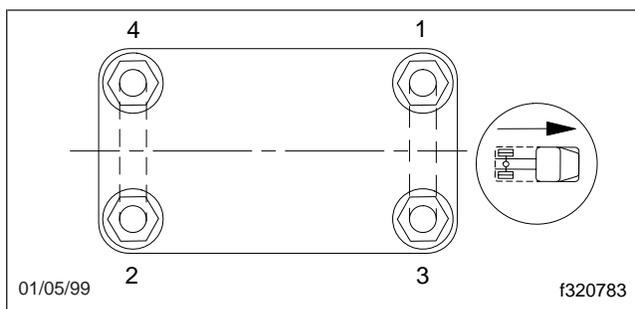

Fig. 9, Modèle de serrage des écrous hauts de la bride centrale
* Serrez en diagonale, tel qu'indiqué à la figure 9.